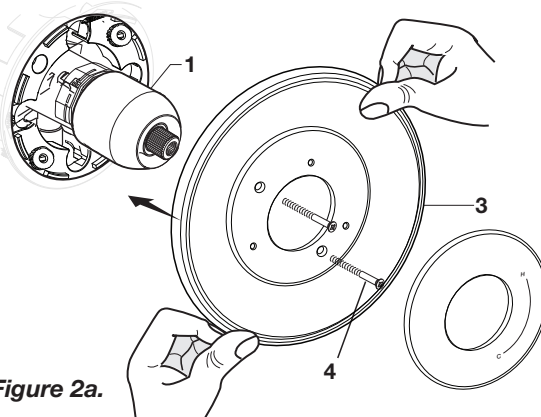

Figure 2a.
- **Figure 2a.** Enfoncez l'ÉCUSSE (3) sur le CAPUCHON (1) et fixez-le sur le corps de valve avec des VIS LONGUES (4).